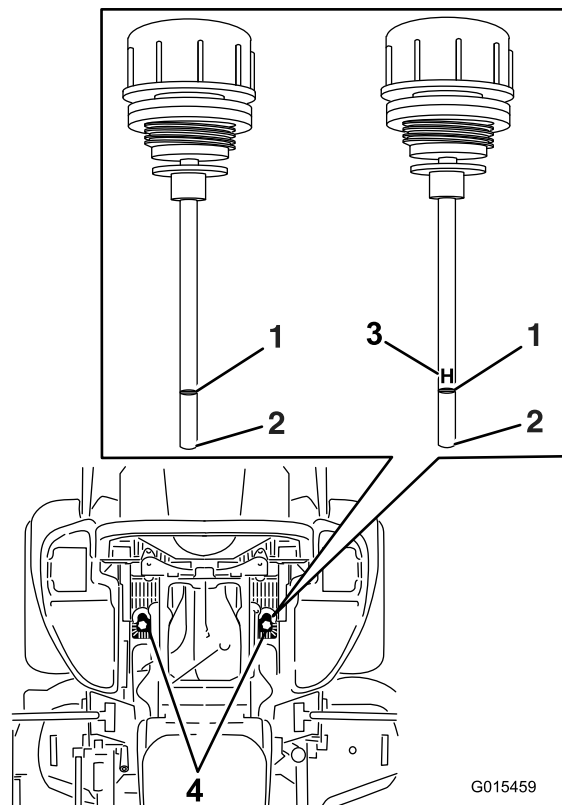

Figura 85
- Limpie la zona alrededor de las varillas de los depósitos del sistema hidráulico (Figura 85).
- Retire una varilla del depósito hidráulico (Figura 85).
- Retire la varilla e inspeccione el extremo (Figura 85).